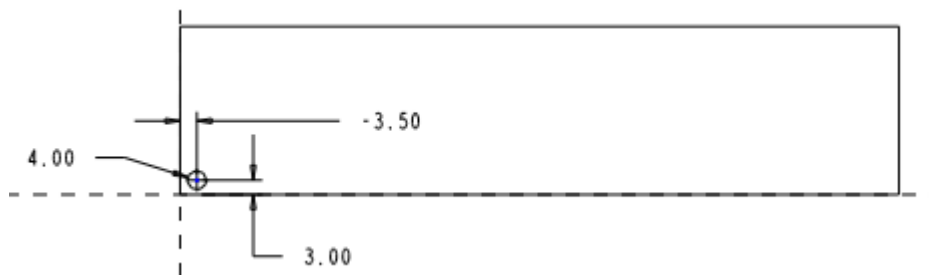

图 37-6
- (3) 单击【草绘】，进入草绘工作环境，绘制如图 37-6 所示的一个圆作为拉伸截面。